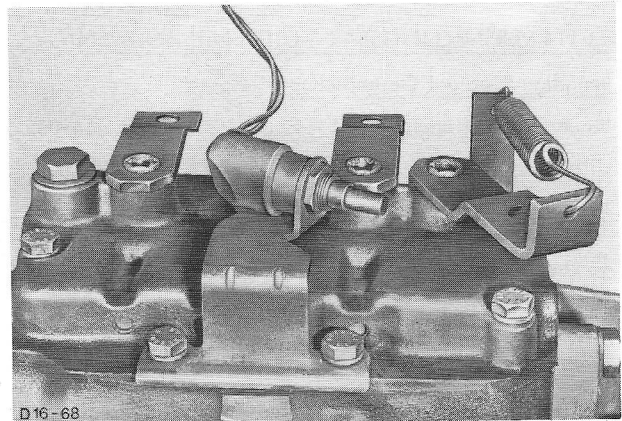

Fig.28 Draad van achteruitrijlampschakelaar losmaken.
8. Maak de draad los van de achteruitrijlampschakelaar (fig.28).